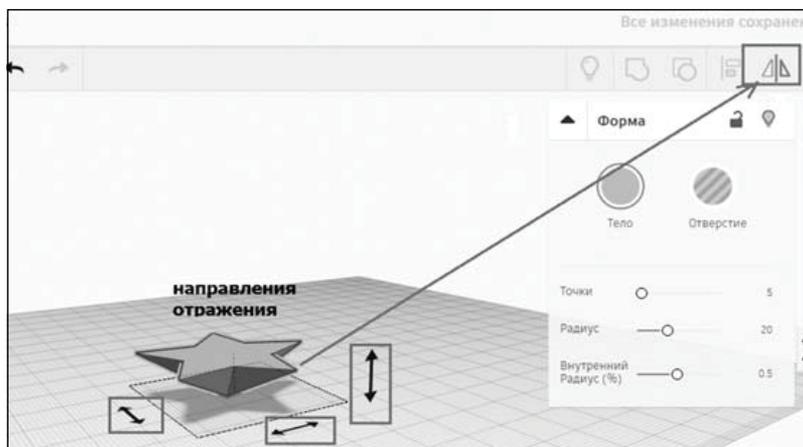

Рис. 23. Применение команды **Отразить**
2. Нажать на иконку **Отразить** (рис. 23) либо клавишу **M** (англ.). Возле фигуры появятся три черные стрелки. Наводя курсор на них, вы увидите превью отражения объекта по разным осям.